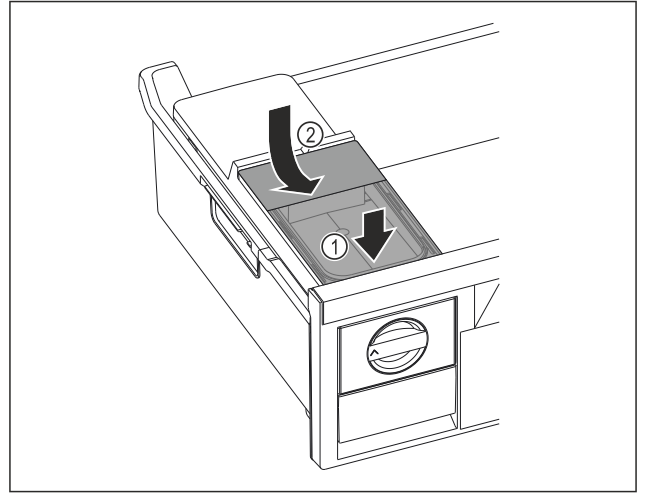

Fig. 181
- Su deposunun ön tarafını yerleştirin. Fig. 181 (1)
- Su deposunun arka kısmını aşağı indirin. Fig. 181 (2)